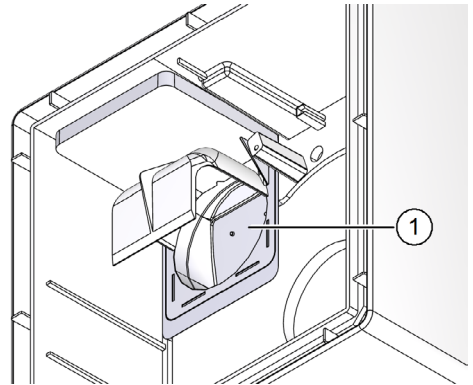

Abb. 21: Klappenfunktion überprüfen
- ▶ Überprüfen Sie die Brandschutzklappe/Rückschlagklappe (Pos. 1 in Abb. 21) auf Funktion und Freigängigkeit. Entfernen Sie eventuell vorhandene Verschmutzungen.